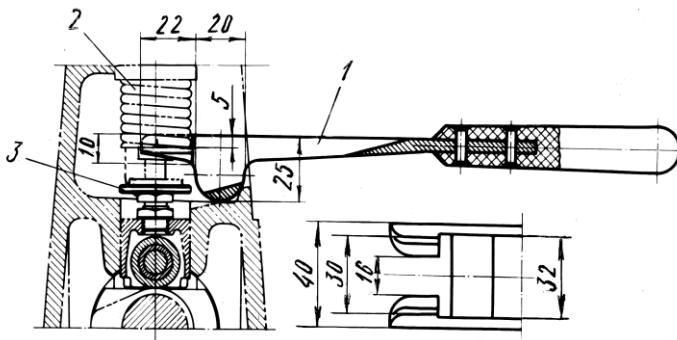
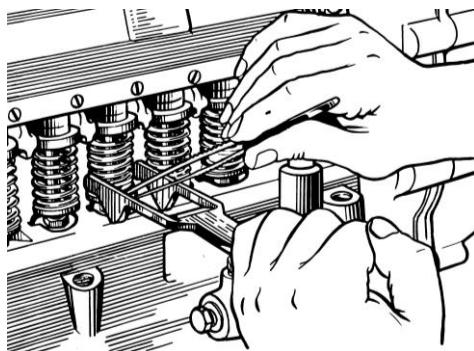

Рис. 98. Рычаг для снятия тарелки толкателя:
Рис. 99. Снятие тарелки толкателя
- 2 При помощи, специального рычага (рис. 98) сжать пружину толкателя и извлечь нижнюю тарелку толкателя (рис. 99).